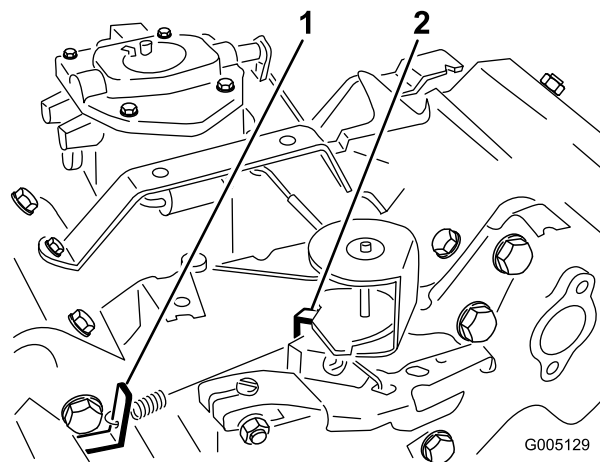

Figura 36
3. Dobre o batente da mola de velocidade intermédia (Figura 36) até obter uma velocidade de 1625 ± 100 rpm. Verifique a velocidade com um tacómetro.
- Desloque a alavanca do regulador para a posição Fast (rápido). dobre o batente da mola de velocidade elevada (Figura 36) até obter uma velocidade ao ralenti de 2850 ± 50 rpm.